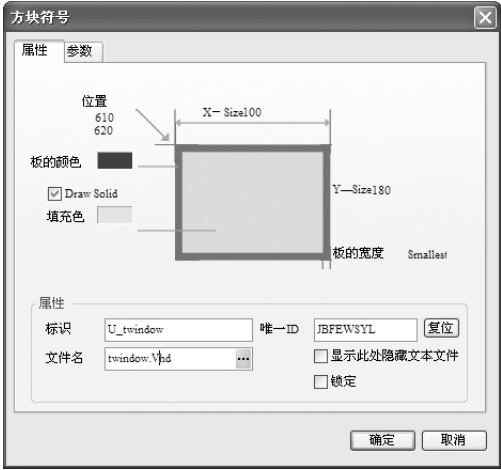

图 14-5 方块图属性设置对话框
- 4) 编辑方块电路图的属性。双击方块图，弹出属性设置对话框，如图 14-5 所示。